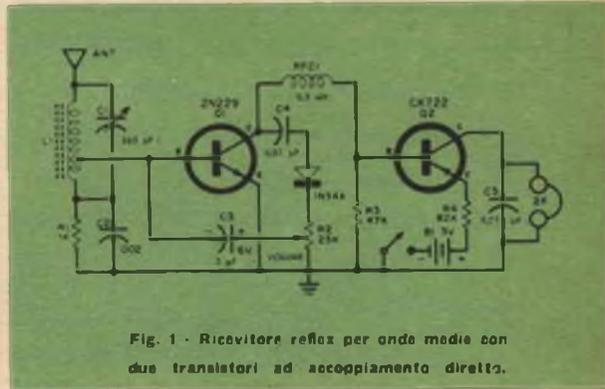

Fig. 1 - Ricevitore reflex per onde medie con due transistori ad accoppiamento diretto.
**N**ei collegamenti dilettantistici sulle gamme metriche vengono usate normalmente antenne direttive che hanno la caratteristica di avere un diagramma di radiazione del tipo indicato in *fig. 1*. Esse presentano, rispetto alle altre, un duplice vantaggio: in trasmissione permettono di raggiungere maggiori distanze concentrando le radioonde in un'unica direzione, mentre in ricezione forniscono un segnale più intenso e meno disturbato. Queste antenne hanno bisogno perciò di essere di volta in volta orientate nella direzione del collegamento ed è
Fig. 1 - Diagramma tipico di un'antenna direzionale. Dal momento che l'antenna è così altamente direzionale è molto importante, per ottenere le migliori ricezioni, orientarla esattamente.
**D**esideriamo innanzi tutto descrivere due interessanti circuiti sperimentali a transistori. Il primo, un ricevitore reflex per onde medie con accoppiamento diretto tra i due transistori, è illustrato in *fig. 1*.